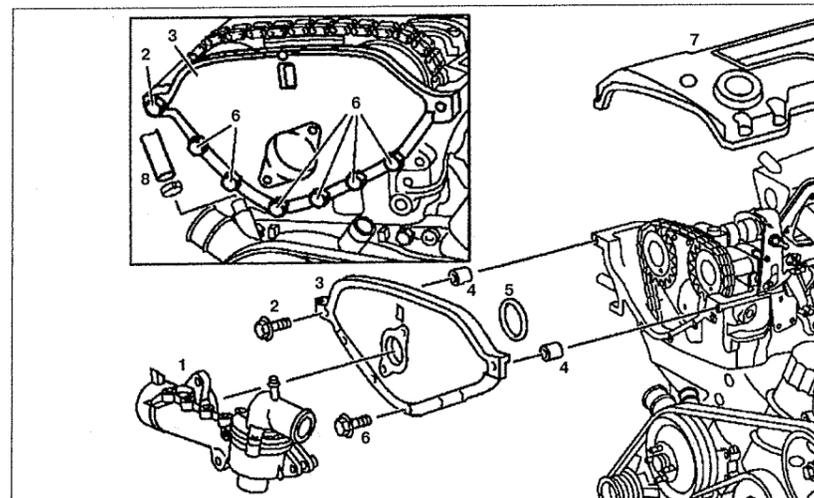

Рис. 2.7. Передняя крышка головки блока цилиндров:
2. Снимите крышку головки блока цилиндров 7 (см.рис.2.7).